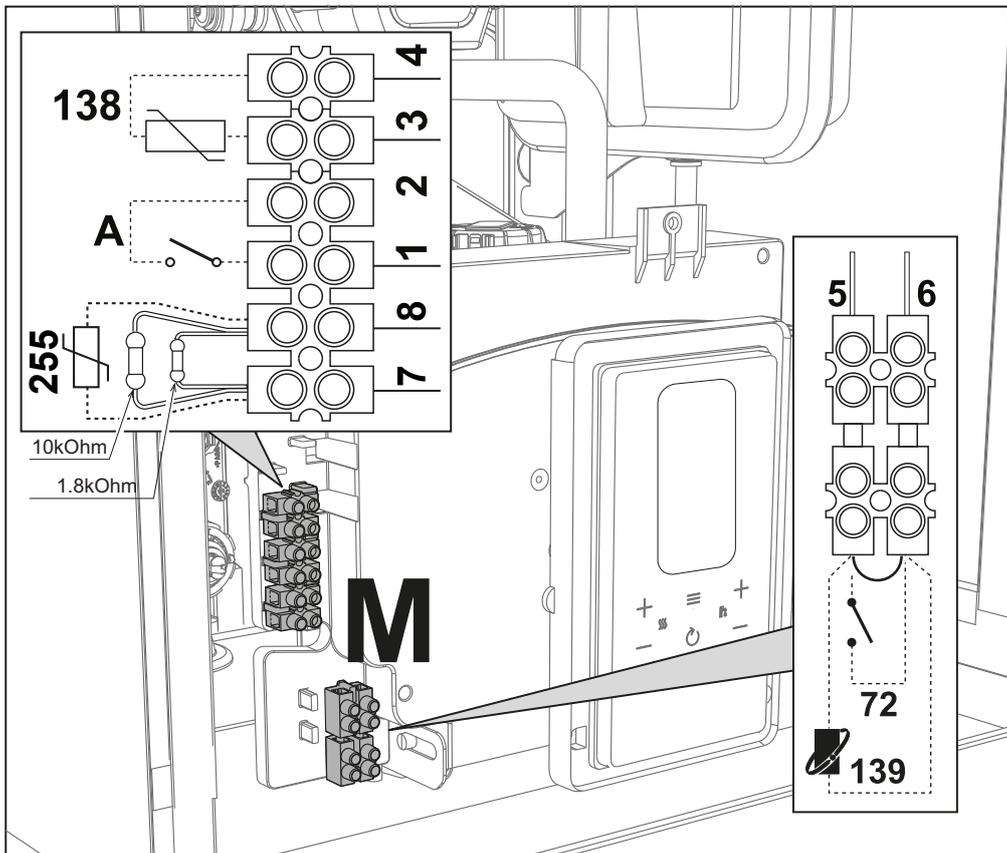
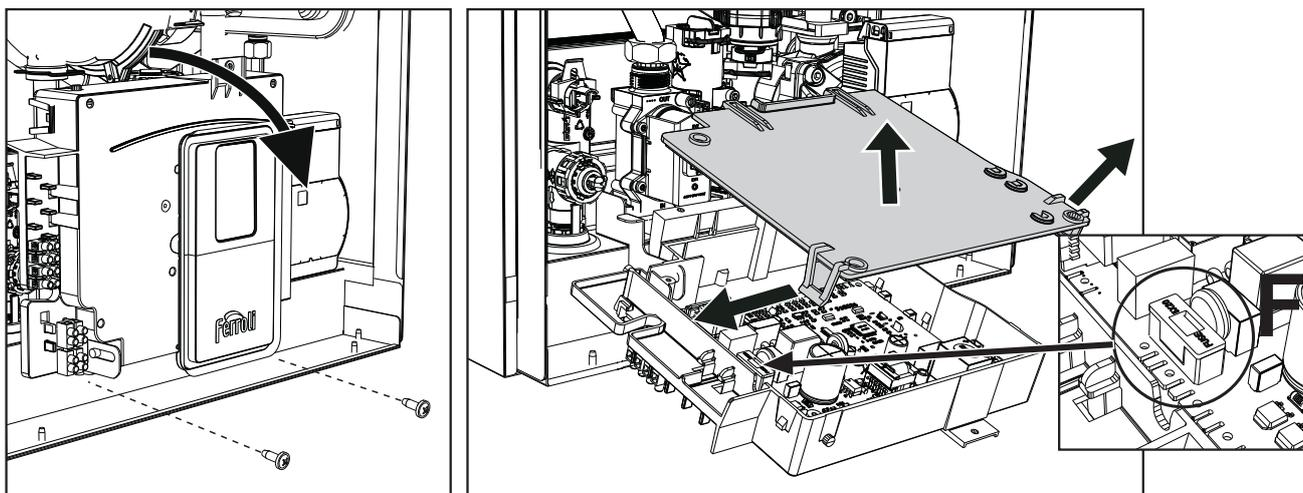

рис. 29
рис. 30
Электронная плата котла предназначена также для управления внешним бойлером для производства воды ГВС. Соединения труб системы отопления и ГВС должны быть выполнены в соответствии со схемой рис. 28. Выполните электрические подключения в соответствии с электрической схемой на рис. 77. Для этой цели необходимо использовать датчик температуры воды в бойлере (код 1KWMA11W (2м) или 043005XO (5м)), подключив его к клеммам 7-8 соединительной колодки котла **вместо** двух резисторов (рис.29). При следующем включении агрегата система управления опознает датчик бойлера и автоматически настраивается на работу с ним, вызывая активацию дисплея и устройств управления, необходимые для работы в режиме ГВС.
После снятия передней панели ("Открытие передней панели" на стр. 44) можно получить доступ к клеммным колодкам (M) и предохранителю (F), следуя инструкциям, описанным ниже (рис. 29 и рис. 30). Клеммы, указанные на рис. 29, должны иметь чистые контакты (не 230 В). Расположение зажимов и их назначение показаны также на электрической схеме на рис. 77.
Конфигурация выключателя ON/OFF (А рис. 29)